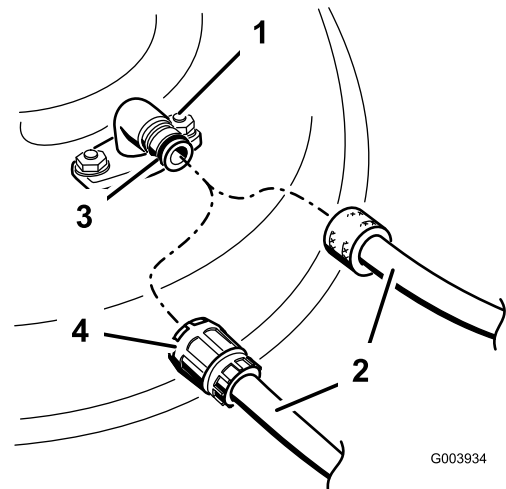

Figure 57
3. Branchez le raccord du flexible au raccord de lavage du carter du tablier de coupe et ouvrez l'eau en grand (Figure 57).